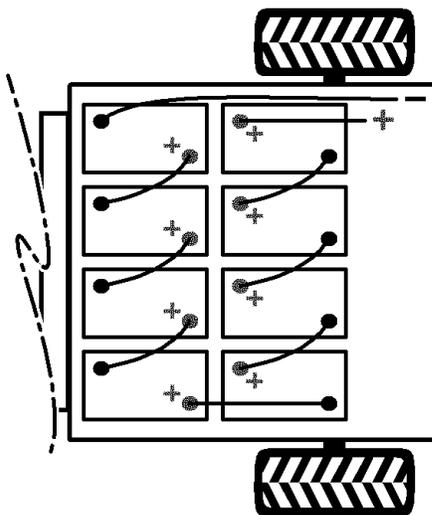

Figura 32
9. Ligue as baterias aos cabos retirados anteriormente, como se mostra na Figura 32.